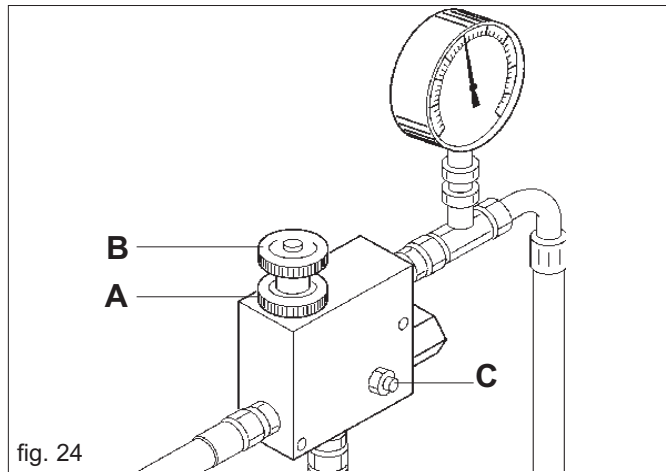

fig. 24
Dacă doriți să măriți turația ventilatorului pentru a distribui semințe mai grele, urmați cu atenție pașii de mai jos (Fig. 24)
- a) slăbiți piulița (A Fig. 24);
- b) rotiți piulița (B Fig. 24) în sens orar sau antiorar pentru a micșora ori mări presiunea și regla în consecință turația suflantei.
Este strict interzisă apăsarea bulonului (C Fig. 24) din orice motiv, deoarece acest lucru ar putea reseta sistemul și ar putea cauza defectarea motorului sau a pompei.